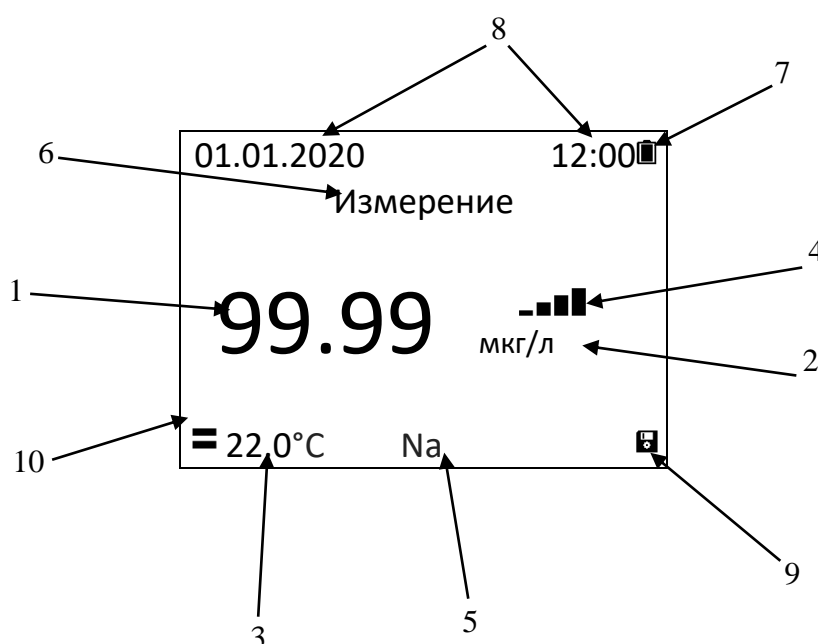

Рис.4. Основной экран (пример для канала рХ, тип иона Na).
Обозначение левой (1) и правой (2) функциональных клавиш отображаются в зонах (9, 10 рис. 4) в зависимости от выполняемых операций.